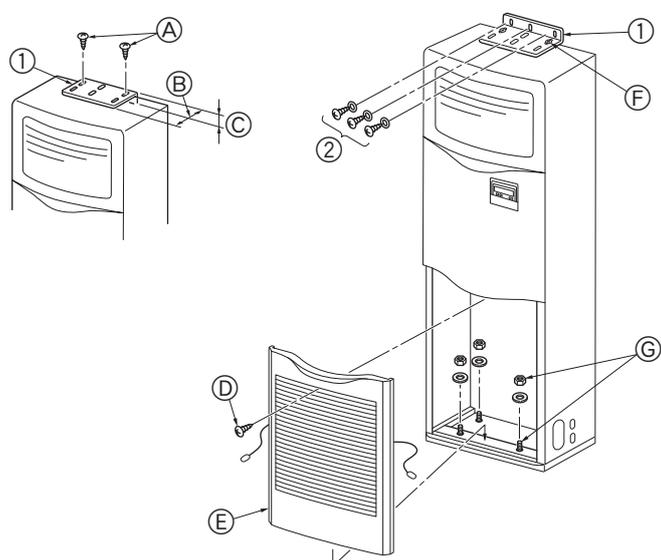

Fig. 3-2
①	Beveiligingsbeugel	1	Bovenop het apparaat.
②	Zelftappende schroeven (met sluitring)	3	Achter de grill van de luchtinlaat.
③	Pijpbekleding voor gasleiding (groot)	1
④	Pijpbekleding voor vloeistofleiding (klein)	1
⑤	Band	5
⑥	Sok voor afvoerleiding	1
⑦	Mof (voor doorvoer bedrading)	2
3.2. Beveiligingsbeugel (Fig. 3-2)